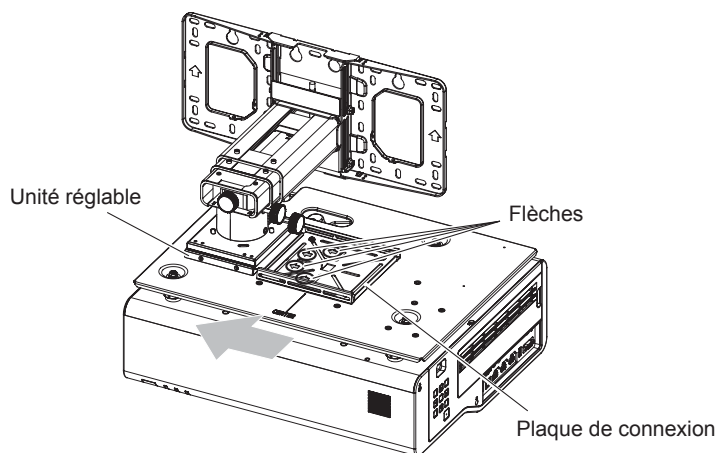

Fig.2
- 2) **Une fois le projecteur fixé, faites glisser la plaque de connexion sur le kit de support de montage projecteur dans l'unité réglable du support de montage mural. (Fig.2)**